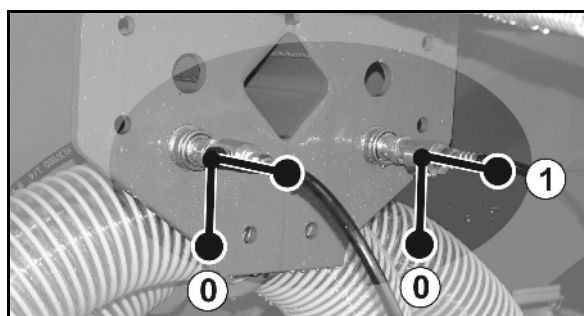

Рис. 104
3. Откройте оба запорных крана "Складывание выравнивателя" (Рис. 104/1).